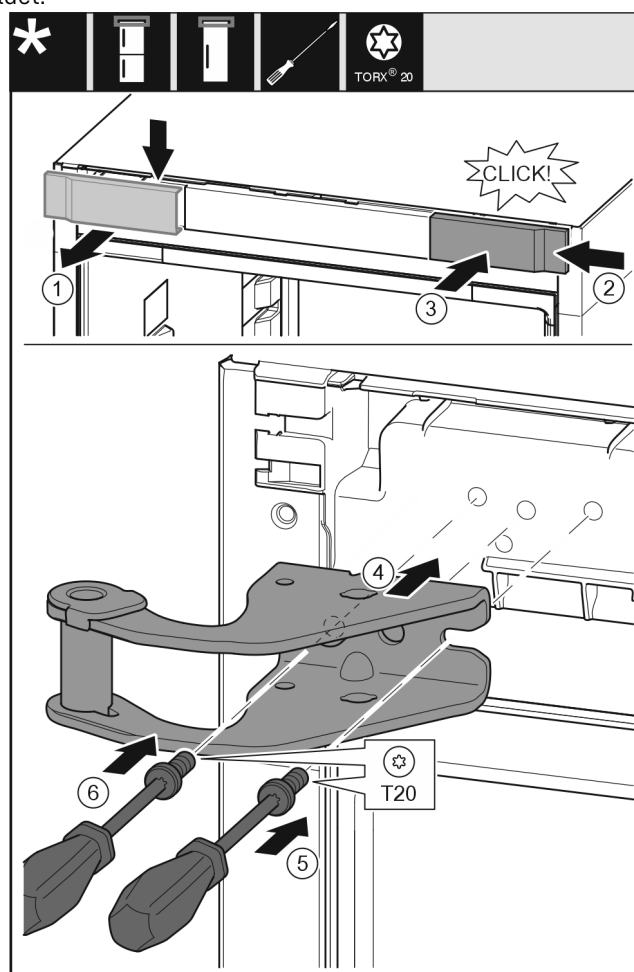

Fig. 31
- Ta av dekselet ovenfra og fremover. Fig. 31 (1)
- Monter dekselet fra høyre, dreid 180°, på den andre siden. Fig. 31 (2)
- La dekselet klikke på plass. Fig. 31 (3)
- Sett på den øvre lagerbukken. Fig. 31 (4)
- Sett skruen på og skru den fast med skrutrekker T20. Fig. 31 (5)
- Sett skruen på og skru den fast med skrutrekker T20. Fig. 31 (6)